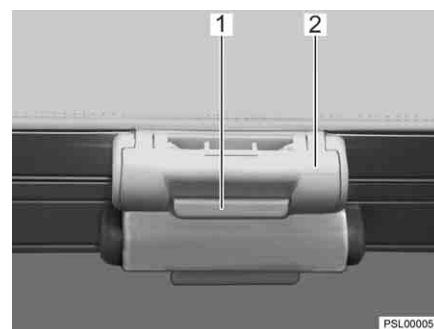

Fig. 24 Bloccaggio tenda a rullo sul tetto multifunzione
- Tenere ferma la zanzariera a rullo con l'impugnatura (Fig. 24,2) e premere il listello di sblocco (Fig. 24,1) sulla maniglia. Il bloccaggio si sblocca.